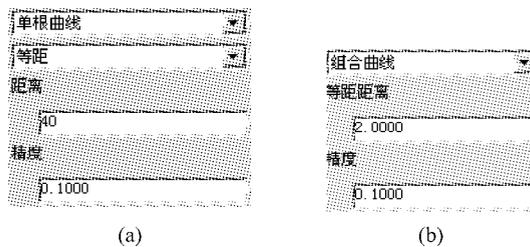

图 2-1-14 “等距线”立即菜单
① 单击【曲线生成栏】中的“等距线”图标,在立即菜单中选择【单根曲线】、【等距】,如图 2-1-14 所示。